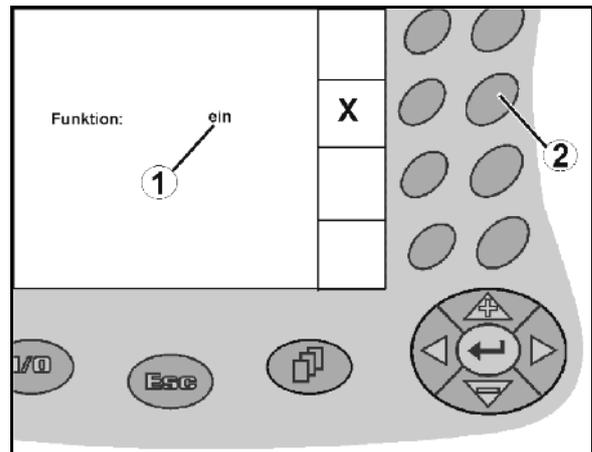

Fig. 17
- Funktionstaste (Fig. 17/2) einmal betätigen
- Funktion **ein** (Fig. 17/1).